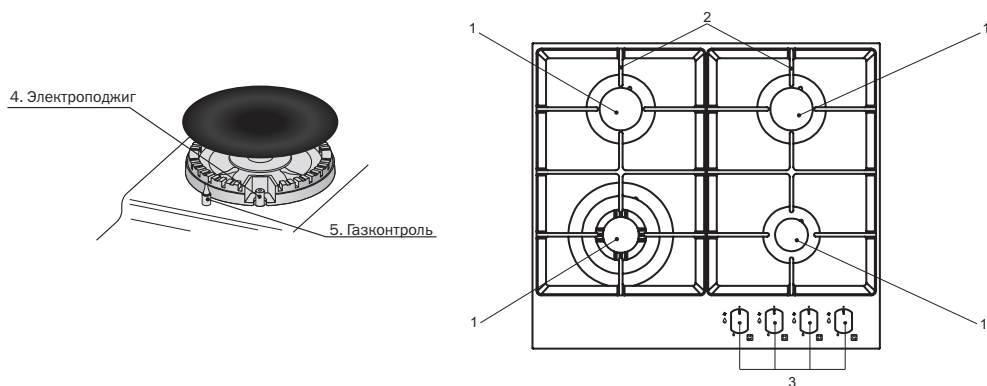

Рис. 11
- Модели с электроподжигом (Рис. 11) оснащены специальными газовыми кранами с функцией электрического поджига. В этом случае символ электроподжига «⚡» изображен около каждой ручки управления.
- Включение газовой горелки с газконтролем (Рис. 11). Нажмите и поверните ручку, соответствующую выбранной газовой горелке, против часовой стрелки к позиции «🔥» (сильное пламя). Когда газовая горелка воспламенилась, удерживайте ручку нажатой примерно 5-10 секунд, чтобы пламя нагрело термомопау газконтроля.